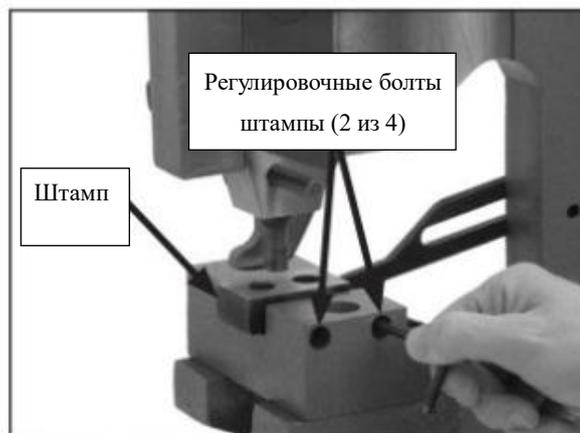

Рисунок 10. Удаление штампа (боковая плита снята для лучшего обзора)
1. Ослабьте регулировочные болты штампа и удалите штамп (**рисунок 10**).